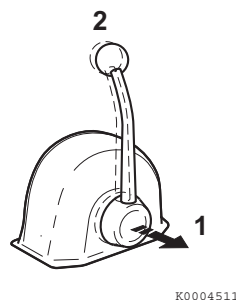

Figura 18
Cuando se tira de la palanca (**Figura 18, (1)**), la velocidad del motor puede ser contralada sin emplear el embrague. El embrague permanece en PUNTO MUERTO, posición sin carga. Gire el control (**Figura 18, (2)**) en dirección contraria a las manillas del reloj para mover la palanca o en la dirección de las manillas del reloj para bloquear la palanca.